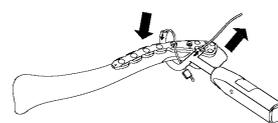
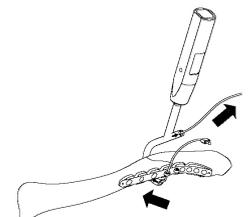

図 5-2
図 5-3
- 2) ケーブルパッサー-S を使用し、鎖骨周囲にケーブルパッサーを通します。プレートが上面設置の場合、ケーブルパッサーは前方より後方へ通して下さい。(図 5-2) 前方設置の場合、ケーブルパッサーは後方より前方へ通して下さい。(図 5-3) ケーブルパッサーの通し方向が異なると締結器でケーブル同士が交差しなくなります。
- 3) ケーブルをアダプタのケーブルホールに通し、ケーブルパッサーの先端の矢印マーキングよりケーブルを通します。ケーブルパッサー持ち手側よりケーブルを通さないで下さい。締結器があるためケーブルパッサーが抜けなくなります。[以降はケーブル使用方法 (2-1. (3) 以降) を参照して下さい。]